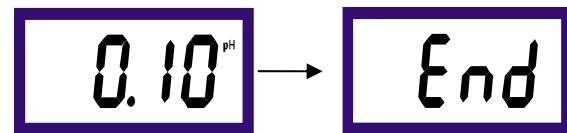

图 7-17
4、按 键或 键将数值调至控制所需的数值，然后按 OK 键确认，仪表显示迟滞量调节结束。显示如图 7-17 所示：